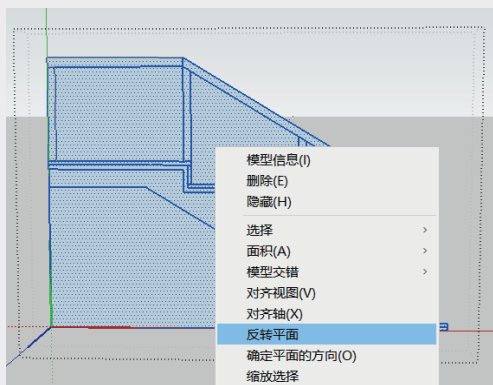

图3-216
- 05 双击进入楼梯组件并选择楼梯面，右击，在弹出的快捷菜单中选择“反转平面”选项，将楼梯面反转，如图3-216所示。